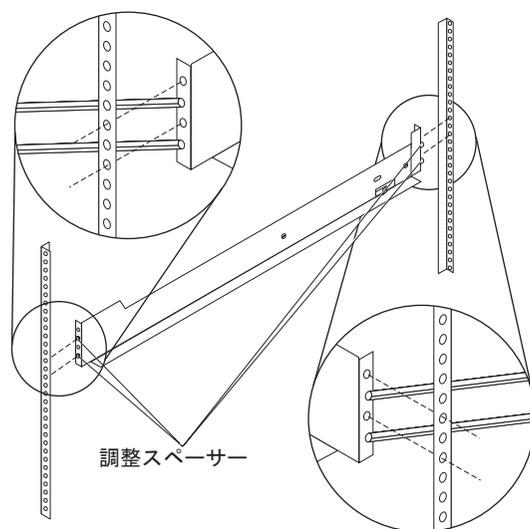

図2. ラックのサポート・レールの位置決め
2. 左のサポート・レールの最前部を、前部ラック・キャビネット・サポート・フランジの内側に押しつけたまま、サポート・レールの後部を、後部ラック・キャビネット・サポート・フランジに接するまで延ばします。図2 に示すように、サポート・レール後部の調整スペーサーを、ラック・キャビネット後部の穴に滑り込ませます。